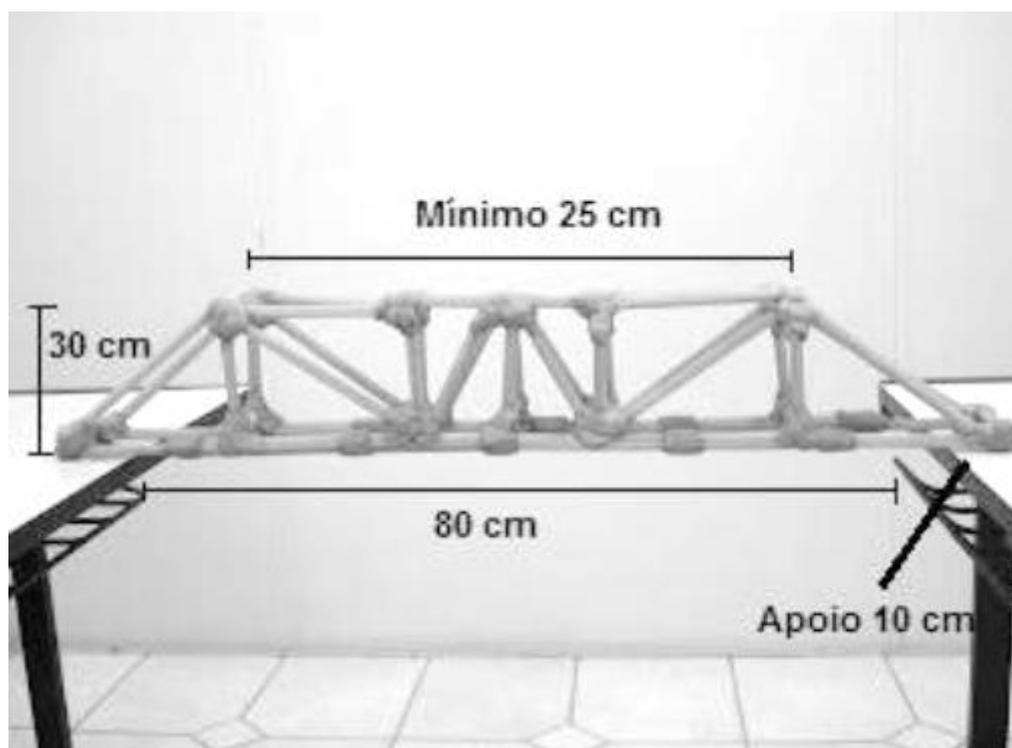

Figura 3 - Esquema da Ponte
3.7 Conforme a Figura 3 abaixo, a ponte deverá ser capaz de vencer um vão livre de **0,8 m (80 cm)**, estando apoiada livremente nas suas extremidades, de tal forma que a fixação das extremidades não será admitida. Cada extremidade da ponte deverá ter um apoio de **0,1 m (10 cm)**, totalizando o comprimento total de **1,0 m (100 cm)**.